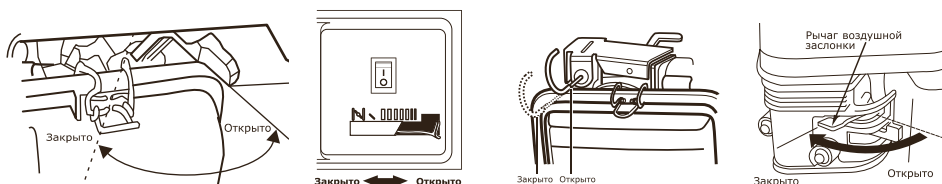

Рис. 13. Топливный кран
6. Поверните топливный кран в положение «Открыто» (рис. 13).
- Перекройте топливный кран, установив его в положение «Закрыто» (рис. 13).